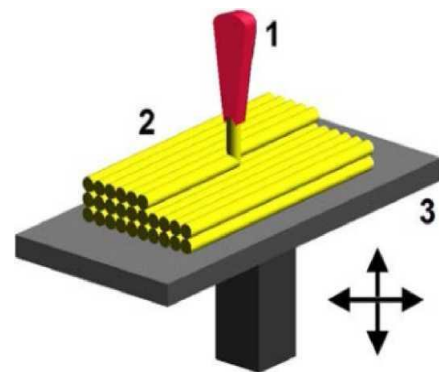

Рис.1. Технологія 3D друку FDM
– технологія FDM (моделювання методом наплавлення, рис.1);
Переваги технології FDM (рис. 1): швидке виробництво служить в якості недорогої альтернативи стандартним методам при створенні дрібносерійних партій, низька собівартість готової друкованої деталі.
В даній роботі пропонується використання технології друку FDM для розробки демонстратора – 3D принтера для виготовлення деталей з пластику. Принцип технології друку FDM представлено на рис. 1.